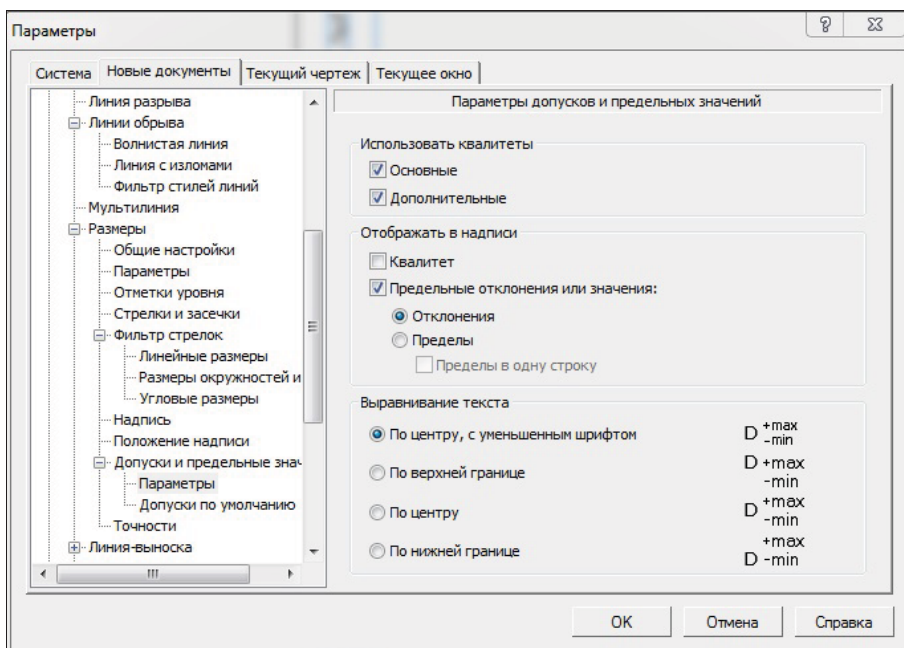

Рис. 17.21. Диалоговое окно **Параметры**
- щелкните ЛК мыши по пункту **Параметры** — в правой части откроется панель **Параметры допусков и предельных значений** (рис. 17.21). Вспомните ЕСКД и урок 12. При необходимости вы можете включить нужные опции, поставив соответствующие флажки;